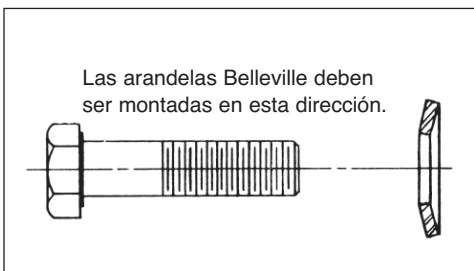
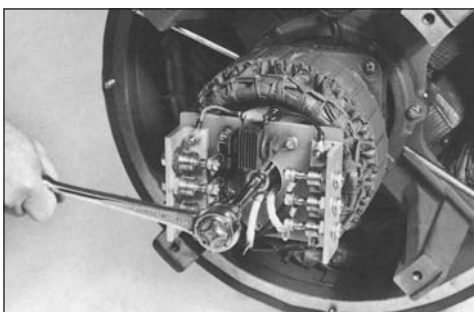
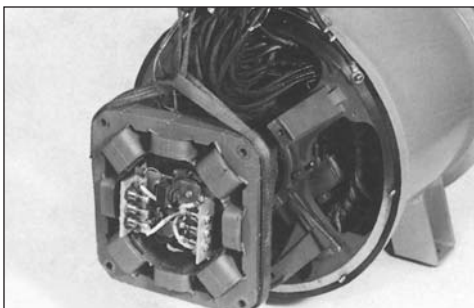

Figura 6-72
Figura 6-73
Figura 6-75
Inserte el tornillo de casquete y la arandela Belleville (figura 6-72) a través del orificio de montaje en el punto muerto de la placa de aluminio y asegúrelo al eje (figura 6-73). Apriete el tornillo hasta que la armadura asiente en el eje. Apriete a 84 ft-lb (114 N-m) para pernos de 1/2" o 190 ft-lb (255 N-m) para pernos de 3/4".
3. Coloque los cables del excitador de campo a la izquierda (9 en punto) en la posición interior. Utilizando un dispositivo adecuado para levantar, monte el estator excitador en el frente de los cojinetes de montaje de la abrazadera final y alinee los agujeros del montaje (figura 6-75). Móntelo con los tornillos de casquete y las arandelas belleville (figura 6-72). Apriete los tornillos a 60 ft-lb (81 N-m). Enrute y asegure los cables del estator excitador lejos de las partes en movimiento.